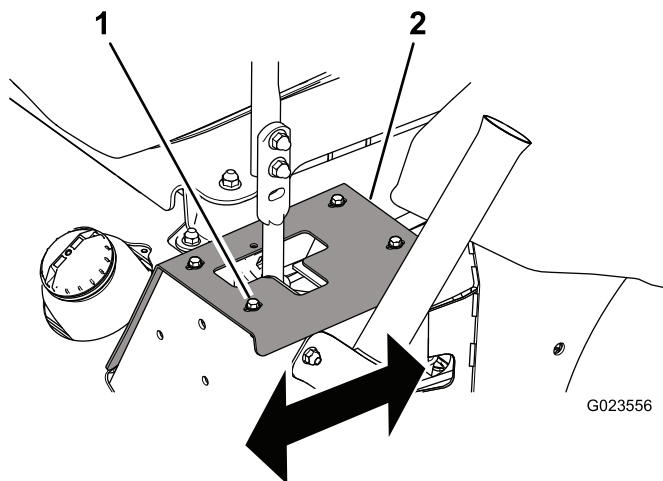

Bild 55
- Wenn sie nach rechts zieht, lösen Sie die Schrauben und versetzen die linke Anschlagplatte nach hinten, bis die Maschine geradeaus fährt (Bild 55).
- Wenn sie nach links zieht, lösen Sie die Schrauben und versetzen die rechte Anschlagplatte nach hinten, bis die Maschine geradeaus fährt (Bild 55).
1. Schraube (4)
3. Ziehen Sie die Schrauben an, um die Antriebsplatte zu befestigen (Bild 55).